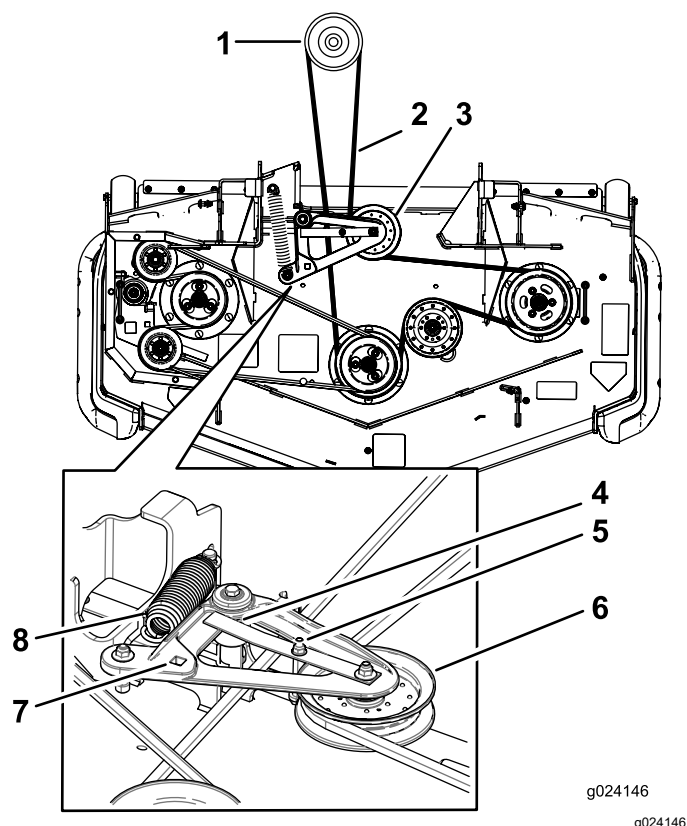

Figura 95
7. Utilice una llave de carraca en el orificio cuadrado del brazo tensor para aliviar la tensión del muelle tensor (Figura 95).
9. Pase la correa nueva alrededor de las poleas del cortacésped y de la polea del embrague, debajo del motor (Figura 95).
10. Asegúrese de que la pestaña de la guía de la correa entra en contacto con el buje pivotante (**Figura 95**).
11. Utilizando la llave de carraca en el orificio cuadrado, instale la correa alrededor de la polea tensora tensada con muelle (**Figura 95**). Asiente los extremos del muelle en las ranuras de anclaje.